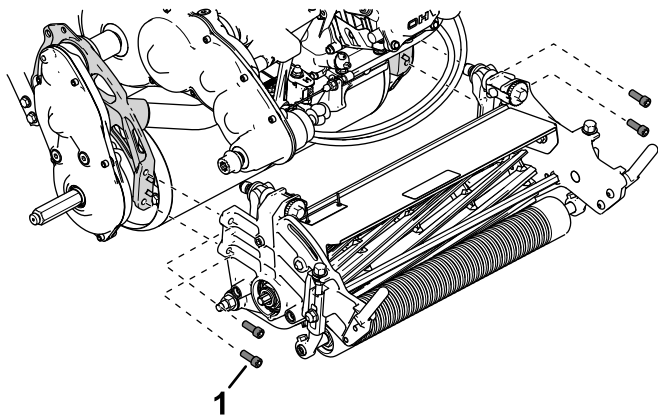

Figura 45
5. Use 4 parafusos de cabeça cilíndrica para prender a unidade de corte à estrutura (Figura 45).